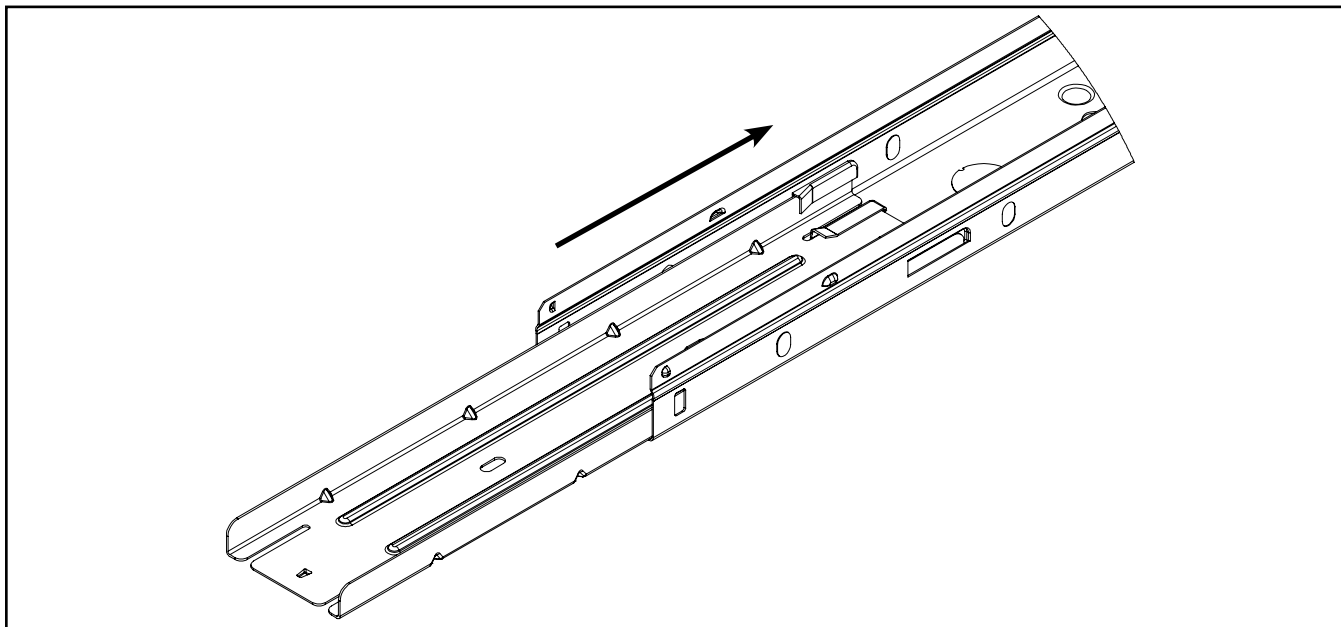

Figura 3
3. Deslice el soporte de montaje de hilera en su lugar (Figura 3).